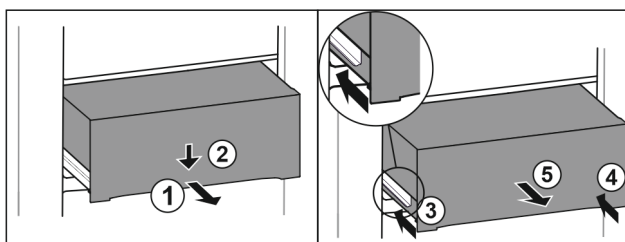

Fig. 213
- Tirer le tiroir jusqu'à mi-chemin. Fig. 213 (1)
- Appuyer sur l'avant du tiroir vers le bas. Fig. 213 (2)
- Insérer le rail gauche d'env. 2 cm. Fig. 213 (3)
- Insérer le rail droit d'env. 2 cm. Fig. 213 (4)
- Retirer le tiroir par l'avant. Fig. 213 (5)